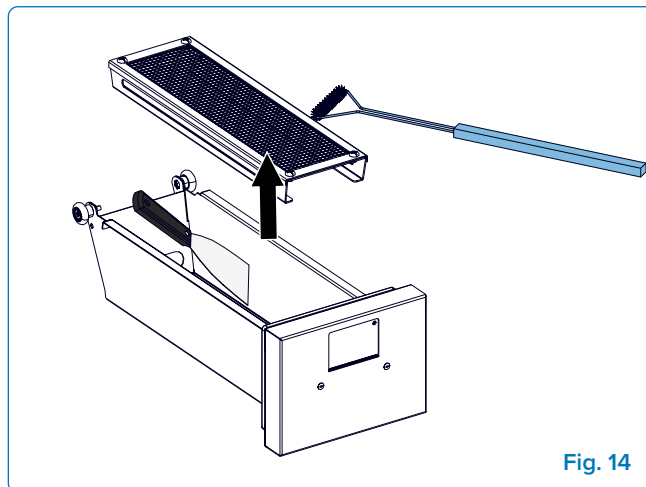

Fig. 14
4. **Retire y limpie la malla** – Saque la malla que sostiene las astillas de madera. Sacuda cualquier residuo restante y cepíllela para limpiarla (**Fig. 14**).